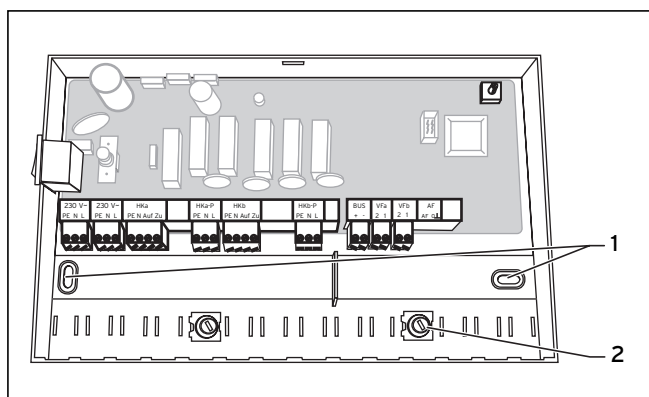

Fig. 4.2 Montering af blandermodul VR 60
- Sikr alle ledninger med de medfølgende kabelklemmer (Fig. 4.2 (2)).